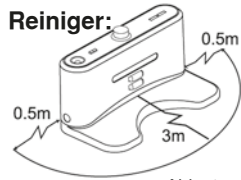

Abb. 1
2. Keine Hindernisse oder Hohlräume 3 m von der Dockingstation vorne und 0,5 m rechts und links. (siehe Abbildung 1)